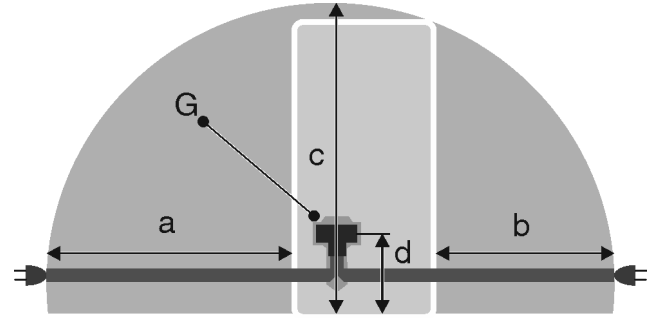

Fig. 30 \*
- Розетка лежить не за пристроєм, а в зонах a або b Fig. 30 (a, b, c).
- ▶ Встановіть штекер пристрою Fig. 30 (G) на задній стороні пристрою. Слідкуйте за правильною фіксацією.